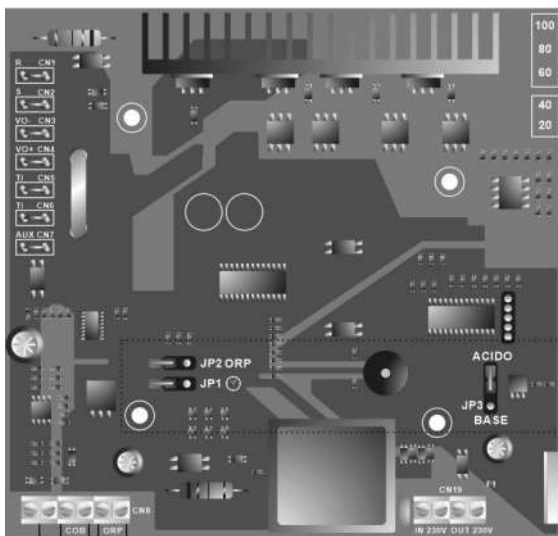

Fig. 11
- Sistema di AUTOPULIZIA DEGLI ELETTRODI: La frequenza d'inversione può essere selezionata mediante il jumper "JP1" situato nella scheda di controllo del sistema (Fig. 11). Questa configurazione diventerà effettiva quando il sistema si stacchi e torni a collegare.